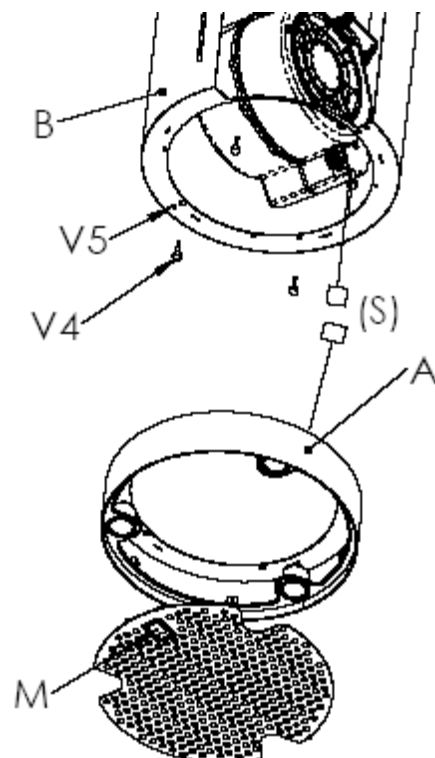

FIG.3
- Rimuovere il filtro metallico agendo sulla maniglietta (M).
- Disconnettere il connettore (S) del cavo dei faretti.
- Rimuovere il corpo (A) dal cono (B) svitando le 4 viti metriche M4 zigrinate (V4).
- Svitare leggermente le 2 viti metriche (V5) di centratura e di antirotazione presenti nella flangia inferiore del cono (B) centrare le asole del vetro con le viti metriche.
- Agganciare il corpo (A) al cono (B) con le 4 viti metriche M4 zigrinate.
- Riconnettere il connettore (S).
- Riagganciare il filtro metallico agendo sulla maniglietta (M) vedi fig.3.
- Remove the metal filter using the corresponding handle (M).
- Disconnect the connector (S) of the spotlight cable.
- Remove the body (A) from the cone (B) by unscrewing the 4 knurled metric screws M4 (V4).
- Unscrew a little bit the two centering and anti-rotation metric screws (V5) in the bottom flange of the cone (B). Centre the holes on the glass section with the metric screws.
- Attach the body (A) to the cone (B) with the 4 knurled metric screws M4.
- Connect the connector (S) again.
- Put the filter back in place using the corresponding handle (M) fig.3.